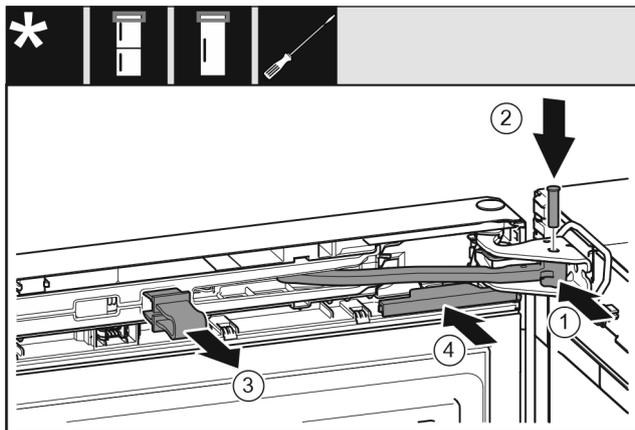

Fig. 21
- ▶ Tourner l'articulation dans le support de palier. Fig. 21 (1)
- ▶ Introduire le boulon dans le support de palier et l'articulation. Veiller à ce que l'ergot d'encliquetage repose correctement dans la rainure. Fig. 21 (2)
- ▶ Enlever l'arrêtoir. Fig. 21 (3)
- ▶ Enfiler le cache. Fig. 21 (4)